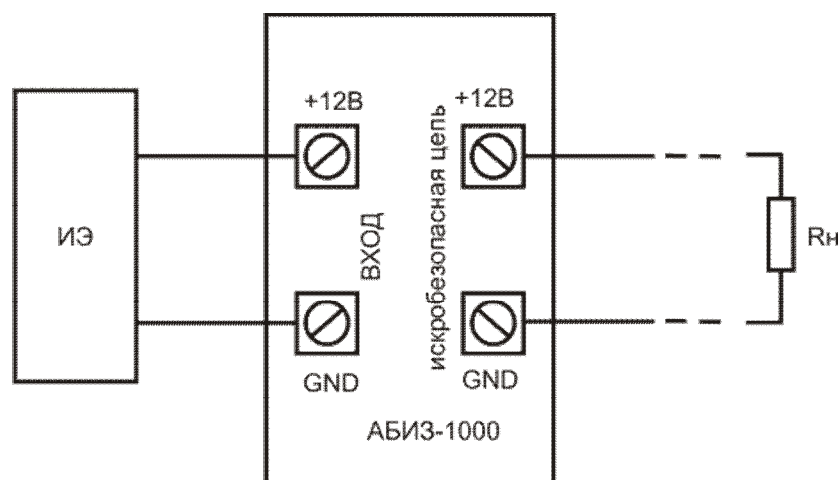

Рис.5 – Клеммные соединения барьера АБИЗ-1000.
9.5 Активный барьер АБИЗ-1000 подключается в соответствии с маркировкой рис.5.